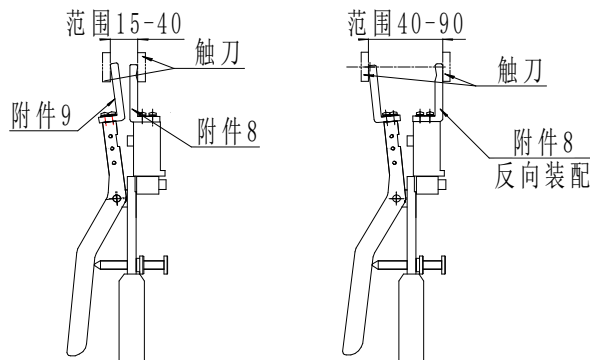

图 11 GN 系列户内隔离开关测量示意图
4.4.6 图 11 是测量户内隔离开关的示意图，装上附件 8、9 后可以测量触刀开距为 8-40mm 范围内户内隔离开关。当开距大于 40mm 时，就可以反装附件 8 进行测量。
三、户内隔离开关拍合式（GN 系列）触指压力的测量，按图 11 要求更换测量附件（可测量触头开距 8-70mm）